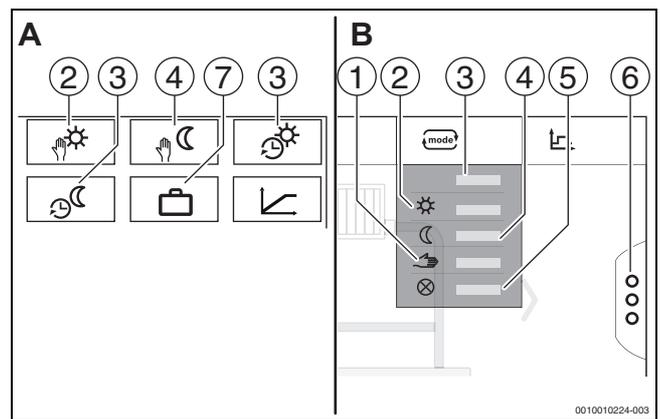
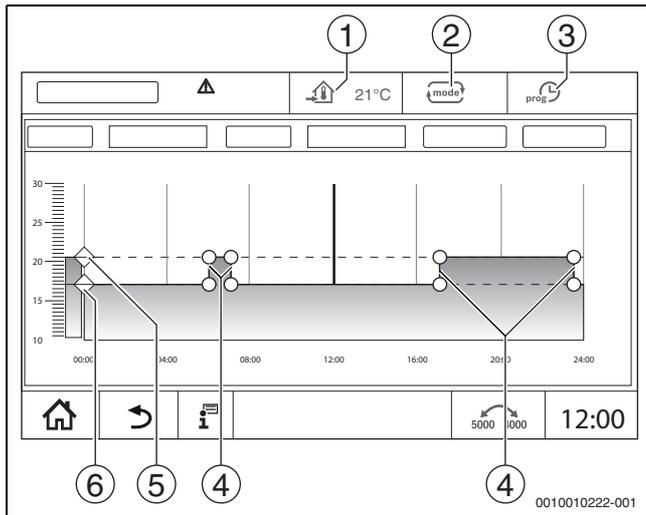

Fig. 37 Viste tipi di funzionamento
Fig. 38 Modificare Funzionamento in attenuazione automatico nel programma orario
Per i tipi di funzionamento (→ fig. 38, [2], pag. 62) e per le funzioni estese (→ fig. 37, [6], pag. 37) possono essere impostate temperature proprie e criteri di conversione propri. Le impostazioni possono essere effettuate separatamente per ogni singolo circuito di riscaldamento e per ogni tipo di funzionamento.
- **Esercizio di riscaldamento manuale** (→ fig. 37, [2])
- **Esercizio attenuato manuale** (→ fig. 37, [4])
- **Ferie** (→ fig. 37, [7])
Il **Funzionamento in riscaldamento automatico** si predefinisce con i parametri nel menu di servizio. I parametri possono essere modificati nel programma orario (→ fig. 38, [4], [5], pag. 62).
Il **Funzionamento in attenuazione automatico** si predefinisce con i parametri nel menu di servizio. I parametri possono essere modificati nel programma orario (→ fig. 38, [4], [6], pag. 62).
► Modificare le temperature spostando i punti (→ fig. 38, [5], [6]).